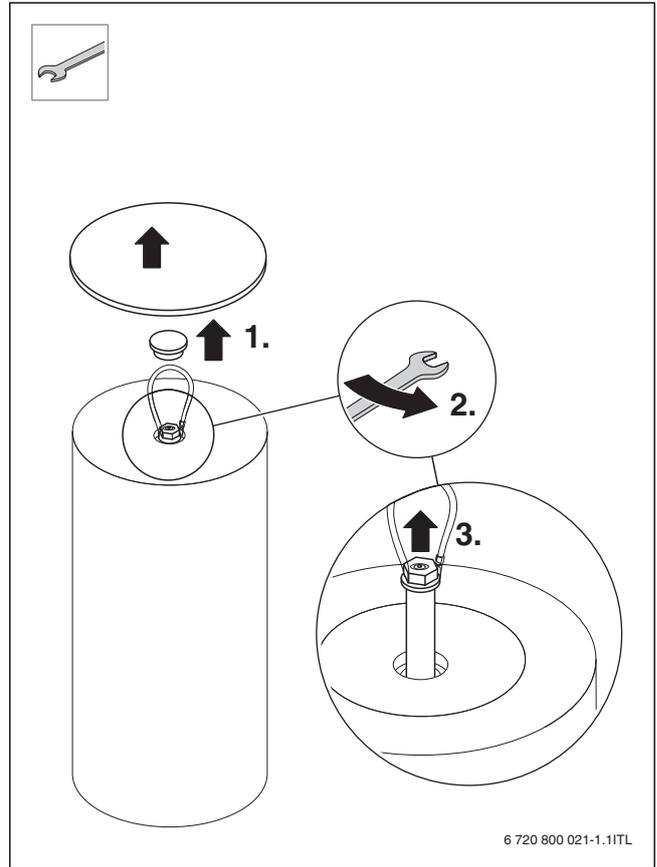

Fig. 26
- ▶ Демонтируйте и проверьте магниевый анод (→ рис. 26 - 29, стр. 40).